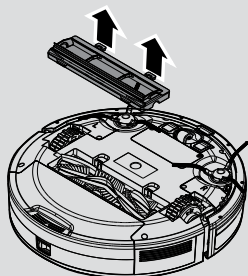

Fig. 11
2. Pressione os cliques na placa individual e retire a tampa do agitador. [Fig. 11]